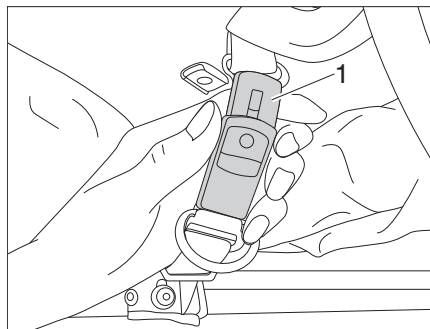

Bild 36 Sicherungsgurt öffnen
- Sicherungsurte (Bild 36,1) öffnen.
- Sicherungsgurte (Bild 36,1) schließen.